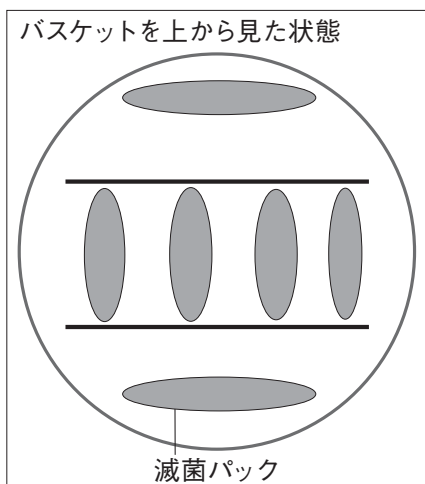

図 11
- 2) バスケットに 1) の状態のまま仕切りスタンドを入れます。ハンドピースの場合、6 本が最大目安です。(図 11)